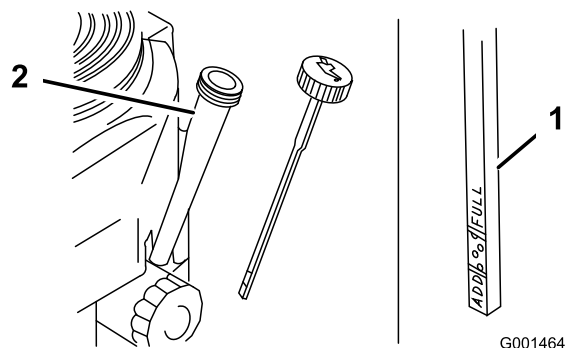

Figure 26
5. Dévissez la jauge d'huile et essuyez soigneusement son extrémité (Figure 26).
6. Remettez la jauge au fond du tube de remplissage, mais sans la visser (Figure 26).
4. Nettoyez la surface autour de la jauge d'huile (Figure 26) pour éviter que des impuretés ne tombent dans l'orifice de remplissage et n'endommagent le moteur.
8. Versez avec précaution environ 80 % de la quantité d'huile spécifiée dans le tube de remplissage (Figure 26).